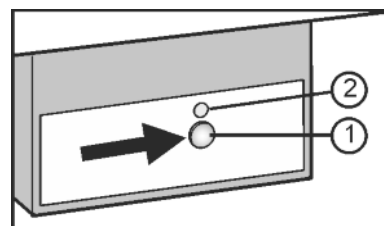

Fig. 9
- Taste On/Off Fig. 9 (1) drücken, so dass die LED Fig. 9 (2) leuchtet.